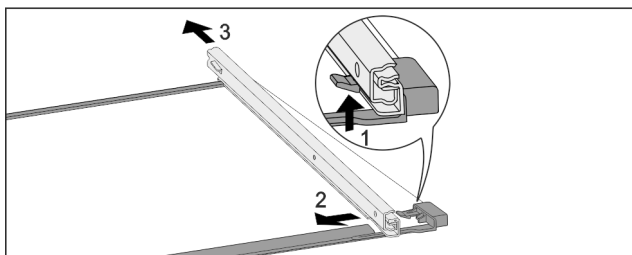

Fig. 205 Płyta szklana z szynami
- ▶ Wcisnąć przedni hak ryglujący do góry. Fig. 205 (1)
- ▶ Wysunąć prowadnicę w bok Fig. 205 (2) i do tyłu Fig. 205 (3).